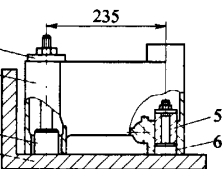
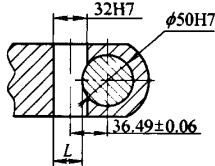
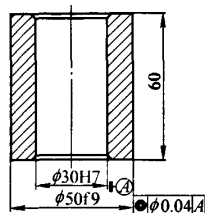

图 1
图 2
图 4
现以台式钻床主轴箱(见图1)加工为例,钻削如图2所示的相交孔时,为了避免把已加工部分的孔径刮大或使待加工相交孔的轴线发生歪斜,通常在已加工的孔中嵌入与零件材料相同
(2) 正刀套 正刀套的尺寸设计如图4所示,外径与内孔尺寸根据 $\phi 32\text{H7}$ 孔与 $\phi 50\text{H7}$ 孔相交部分厚度(见图2)及正刀套与 $\phi 50\text{H7}$ 孔的配合要求而定;长度
在加工 $\phi 32\text{H7}$ 孔时,使用快换钻套定位加工。加工主轴箱采用Z3050摇臂钻床,将夹具放在钻床工作台上,在夹具上的 $\phi 50\text{mm}$ 心轴上安装正刀套并压紧,将主轴箱安装在夹具的两个定位心轴上压紧,如图1所示。翻转夹具使A面朝下,整个夹具体靠在工作台T形槽的压板上(左面),以防夹具体在钻削力的作用下转动。我们采用钻、扩、铰的加工方法,即用 $\phi 30\text{mm}$ 钻头钻孔;用 $\phi 31.7\text{mm}$ 扩孔钻扩孔,扩孔的目的是修正孔